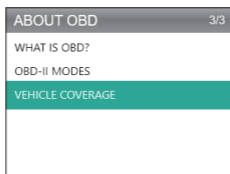

Figure 9.1.2
2. Sélectionnez INFORMATIONS OBD (voir Figure 9.1.2), puis appuyez sur [OK]. Trois options apparaîtront, dont QU'EST-CE OBD ? (informations générales sur l'OBD, le MODE OBDII, la COUVERTURE DES VÉHICULES, les modèles pris en charge et plus encore).